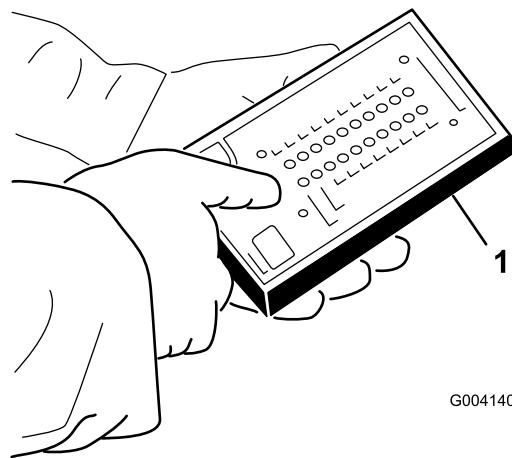

Figura 51
5. Collegate il connettore del display Diagnostic ACE al connettore del cablaggio preassemblato (Figura 51).